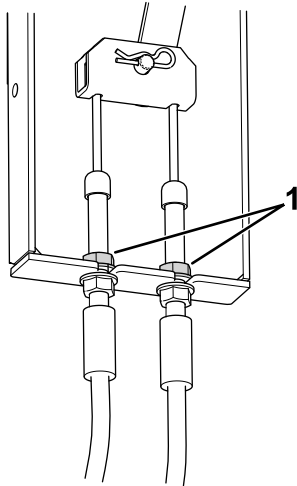

Bild 77
3. Lokalisieren Sie die Bremskabelhalterung (Bild 77) unter der linken Seite der Maschine, nahe dem linken Rad.